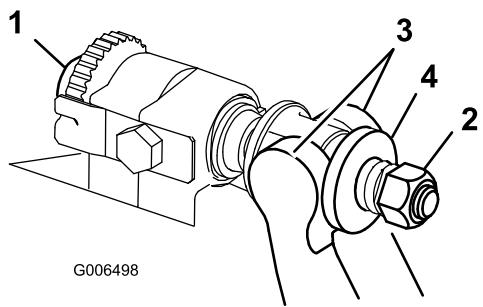

Figura 27
- Gire los tornillos de ajuste de la barra de asiento en sentido antihorario para alejar la contracuchilla del molinete (Figura 27).
- Afloje la tuerca de tensado del muelle hasta que el muelle deje de presionar la arandela contra la barra de asiento (Figura 27).